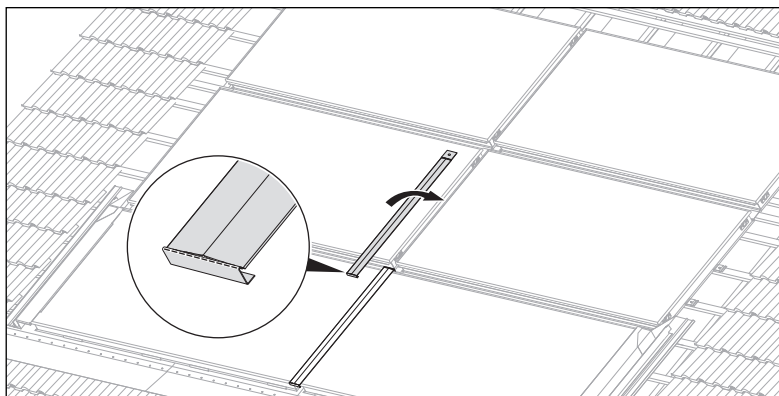

Abb. 5.26 Vertikale Zwischenbleche anbringen
Wenn Sie zwei und mehr Kollektoren neben- bzw. übereinander montieren, dann fahren Sie zunächst mit dem Anbringen der Zwischenbleche fort (→ Abb. 5.26, 5.27). Bringen Sie danach je Zeile die rechten Seitenteile an.
- Knicken Sie das Blech nach unten (→ **Abb. 5.26**), so dass das Blech unter die Kollektorkante greift und bündig mit dem Kollektor abschließt.